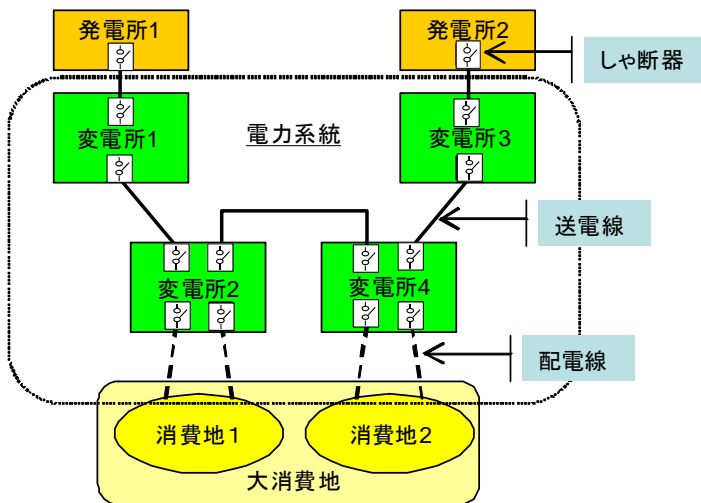
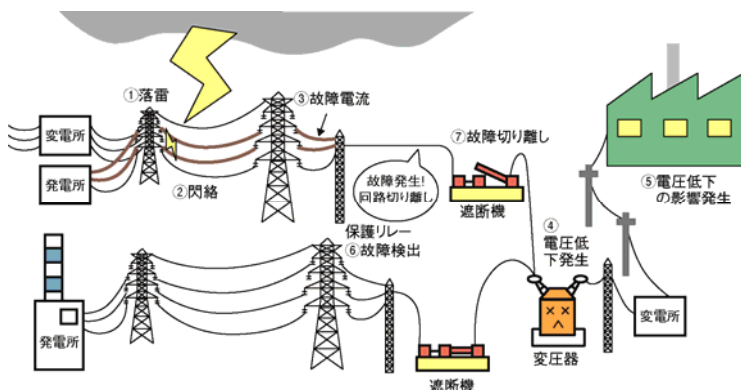

図 32 発電所から消費者までの電気の流れの道筋
図 34 送電線に落雷があった時の状況
図 32 は、発電所からの電気の流れる道筋を表したものです。発電所で起こされた電気は、「変電所」「送電線」「配電線」を通じて消費者のもとに送られますが、これをまとめて「電力システム」といいます。送る部分を「送電系統」、配る部分を「配電系統」と分けて呼ぶこともあります。「電力システム」には、たくさんの遮断器があります。これは、大きなスイッチと考えて下さい。
例えば、図 32 の変電所 3 から変電所 4 への送電線で事故があったとします。図 34 にあるように、送電線に落雷が起こると①、雷によって送電線と鉄塔の間で放電(図 34 では「閃絡」)が起こり②、放電した道筋を通して大きな電流が流れ③、送電線の電圧が低下し④、各種の影響が発生します⑤。
ずっと事故の状態のままなので、遮断器をオンにして線路をつなぐことはできません。図 32 の変電所 3 から変電所 4 への送電線でそのような事故が起こると、発電所 2 から消費地 2 に電気を送る経路がなくなってしまいます。そのままでは、電気が不足しますので、発電所 1 の発電を増やして消費地 1、2 で必要な電気を発電します。このような工夫で停電を防いでいます。これが、「電力システム」が停電を防いでいる仕組みのひとつです。基本的にひとつのところに 2 つ以上の経路で電気を送れるようにし、ひとつの送電線が切れても、残った送電線で送れるようにしています。また、発電所も必要に応じて発電を増やせるように準備しています。